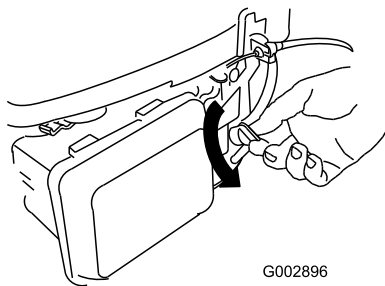

Bild 12
1. Drehen Sie den Kraftstoffhahn auf die Ein-Stellung (Bild 12).